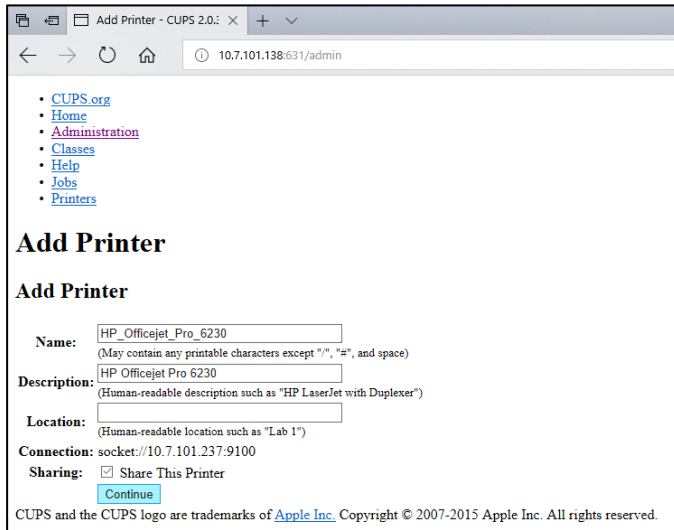

图 76. 添加打印机屏幕。
5. 选择 Share this printer（共享此打印机），然后按 Continue（继续）（下一页图 76）。